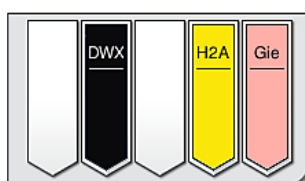

Fig. 87
- Når et stativ har gennemgået farvningsprocessen, transporteres det ind i udføringskuffen (→ "Fig. 19-4") og anbringes i en tilgængelig position (→ "Fig. 87"). Brugeren informeres om dette med en informationsmeddelelse og en signallyd.